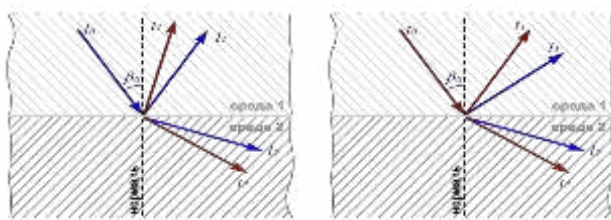

Рис.2.
14. Падение волны на границу раздела сред сопровождается тремя основными процессами (рис. 2.): 9) \_\_\_\_\_, 10) \_\_\_\_\_ и трансформацией.